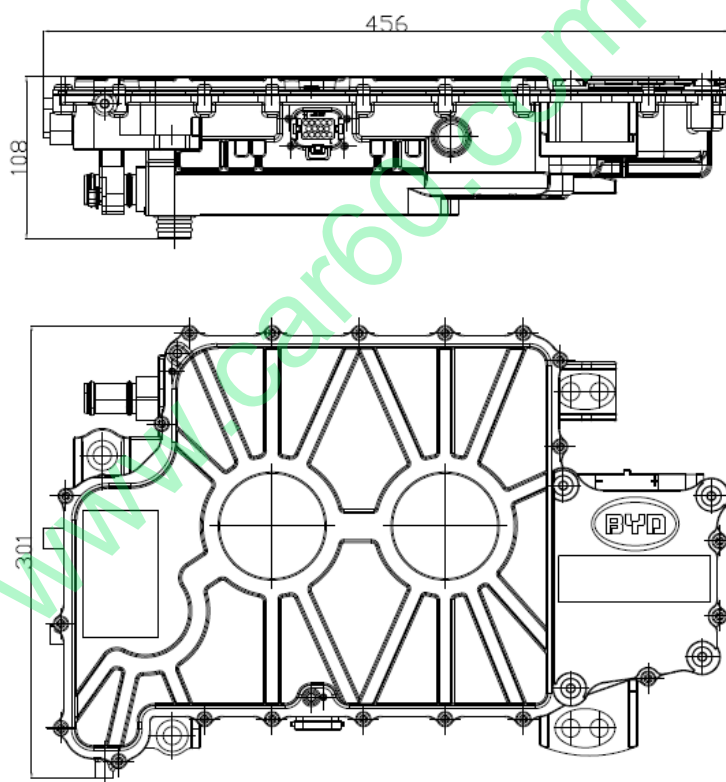

图 9
4. 驱动电机控制器总成外观尺寸大小 $A \times B \times C = 456\text{mm} \times 301\text{mm} \times 108\text{mm}$ （见下图 9）：